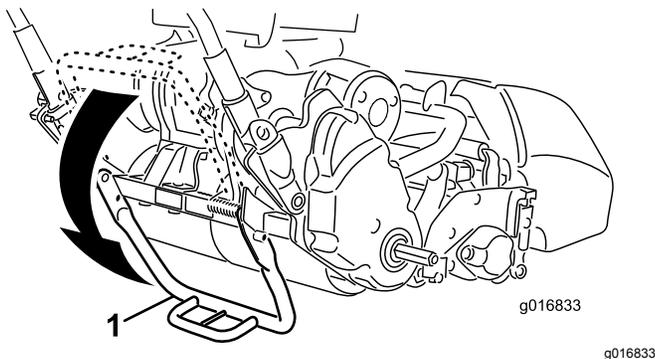

Figura 9
1. Empuje con el pie el centro del caballete hacia abajo y tire hacia arriba del soporte del manillar inferior, hasta que el caballete se haya girado hacia delante y sobre el centro (Figura 9).